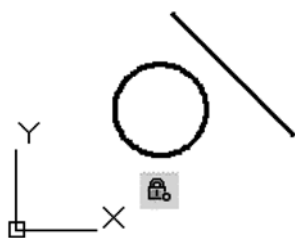

图 11-4 为圆建立一个固定约束
3) 为圆创建固定约束。在功能区中打开“参数化”选项卡，并从“几何”面板中单击“固定”按钮，或者从菜单栏中选择“参数”→“几何约束”→“固定”命令，接着使用鼠标在绘图区单击圆，从而为圆建立一个固定约束来锁定其位置，注意固定约束的显示标识，如图 11-4 所示。